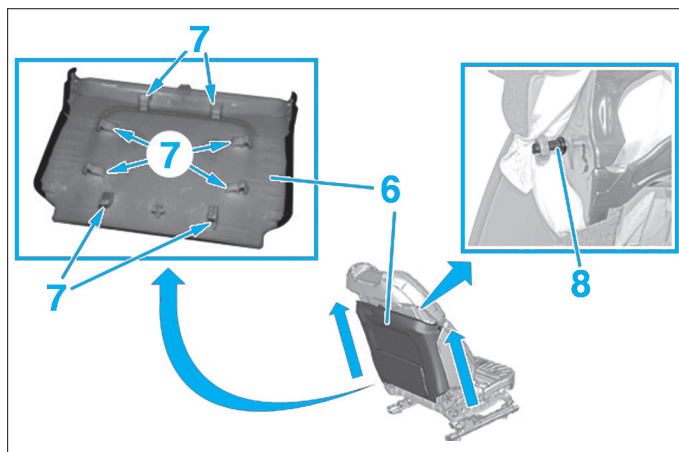

Fig. 8
- Dégrafer la coque de dossier (6) en (7) (suivant flèches) (Fig.8).
- Déposer la coque de dossier (6).
- Dégrafer et déposer le support de fixation (8) de la garniture supérieure de dossier (3).